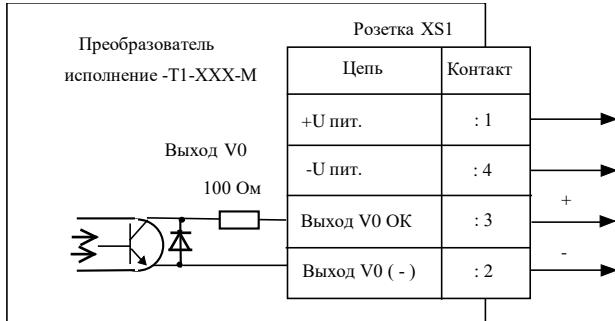

рис.6.1
- 5.7.1. Соединение осуществляется в соответствии с рис.6.1... 6.10 в зависимости от модификации, типа корпуса и исполнения используемого преобразователя.